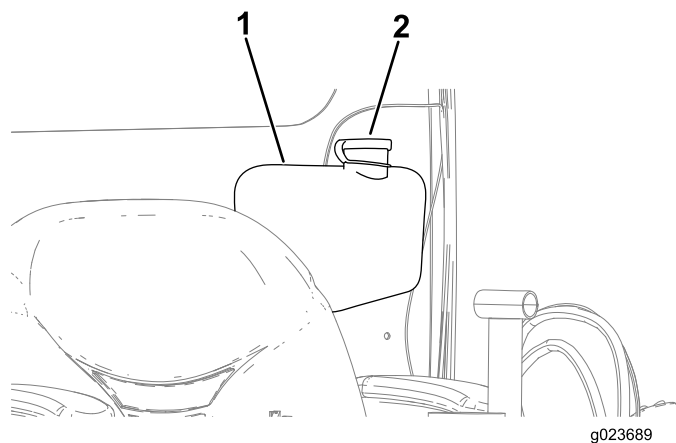

Figure 131
2. Ouvrez le bouchon du réservoir de liquide lave-glace (Figure 131).
3. Remplissez complètement le réservoir de liquide lave-glace (Figure 131).
4. Fermez le bouchon du réservoir de liquide lave-glace (Figure 131).